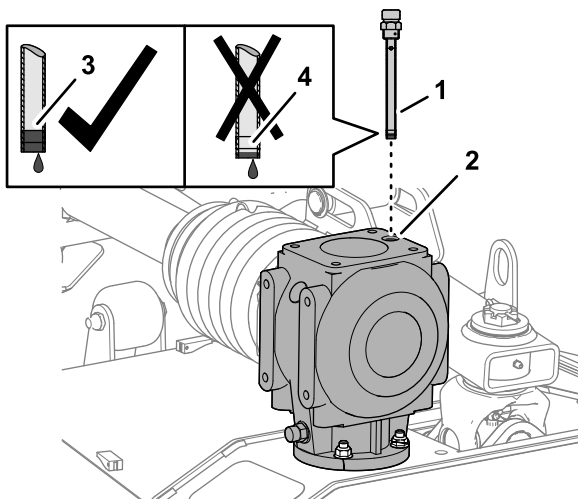

**Figure 57**
1. Retirez la jauge de l'orifice au sommet du boîtier d'engrenages central (Figure 57 ou Figure 58).
- Vérifiez le niveau de liquide indiqué sur la jauge (Figure 57 ou Figure 58).
- Revissez et serrez la jauge dans l'orifice de remplissage (Figure 57 ou Figure 58).